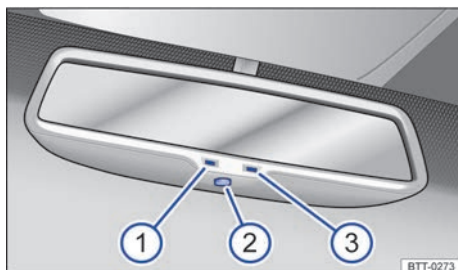

Fig. 82 En el parabrisas: espejo retrovisor interior antideslumbrante automático.
Leyenda para → fig. 82:
- ① Luz de control.
- ② Interruptor.
- ③ Sensor para reconocer la incidencia de luz desde atrás.
El antideslumbrante automático se puede conectar y desconectar con el interruptor en el espejo retrovisor interior → fig. 82 ②. Si está conectado el antideslumbrante automático se enciende la luz de control → fig. 82 ①.
- Un sensor del lado que indica hacia el interior del vehículo, que mide la incidencia de luz desde *atrás* → fig. 82 ③.